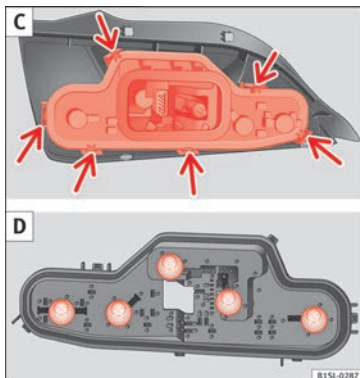

Fig. 150 Gruppo ottico posteriore: C: smontare il portalamпада, D: smontare le lampadine.
8. Staccare il portalamпада nelle linguette (freccia) » fig. 150 C ed estrarre il portalamпада del fanale.
9. Sostituire la lampadina guasta con una lampadina nuova identica » fig. 150 D.
10. Inserire il portalamпада nel gruppo ottico posteriore. Le linguette di bloccaggio (freccia) devono incastrarsi emettendo un "clac" » fig. 150 C.